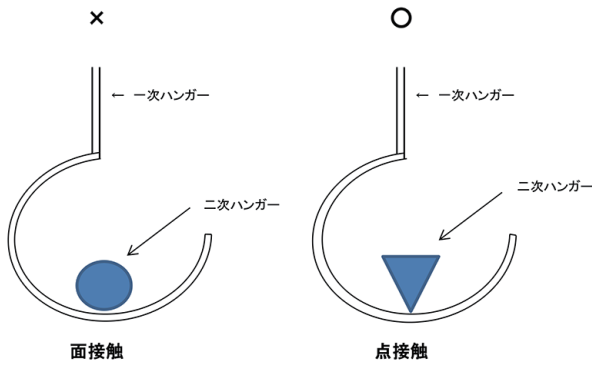

図3 ハンガーの接触と導通性
- ④被塗物固定。前処理化成処理を確実にするには、被塗物がヒラヒラ状態ではNG。被塗物をしっかり固定しないと、脱脂、化成処理等の確実な処理ができない。
- ⑤溶剤型、水系、粉体等の静電塗装を行う場合は、導電性確保のためハンガーと被塗物の接触は点接触が良い。面接触は導通不良となり易い（図3参照）。
- ⑥被塗物形状に因っては、静電塗装で膜厚が付き過ぎて、タレ、ワキ不良になり易い場合は、近傍に凹被塗物を吊るして塗料の過剰塗着を防ぐ。
*②③は、洗浄水が溜水となった状態で水切り炉の熱により蒸発乾固すると、濃縮された前処理薬品等の成分が素材上に残ってしまい、塗装後にブリストアや塗膜付着不良を来す原因になりかねないので、できるだけ洗浄水を処理物表面に残したくないためである。
*前処理のために対策した②～④の項目が塗装作業に支障を来す場合は、塗装工程に入る前に「ハンガーの傾斜を戻す」、「水抜き棒を取り除く」等の作業が必要となる。できるだけその作業負担が少ない様に工夫することが、工場の財産になると考えたい。以上は筆者が体験した中から、比較的多く見かけた特に大切と思った事例である。